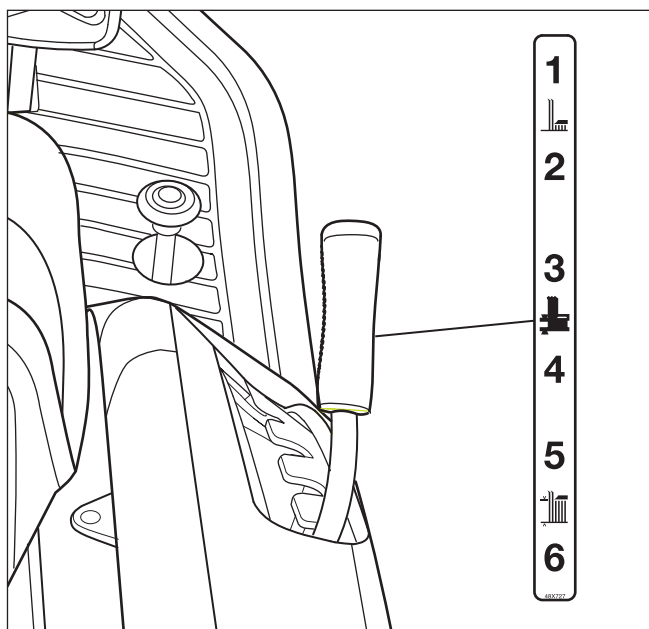

Figura 16
1. Spostare la leva di sollevamento in avanti per abbassare il piano di falciatura e indietro per alzarlo (vedere **Figura 16**).
2. Portare la leva di sollevamento alla sua posizione più alta (vedere **Figura 16**).
2. Portare la leva di sollevamento ad una posizione di altezza di taglio (vedere **Figura 16**). In caso di erba alta o fitta, tagliare prima alla posizione dell'altezza maggiore e quindi abbassare il piano di falciatura a una posizione più bassa.